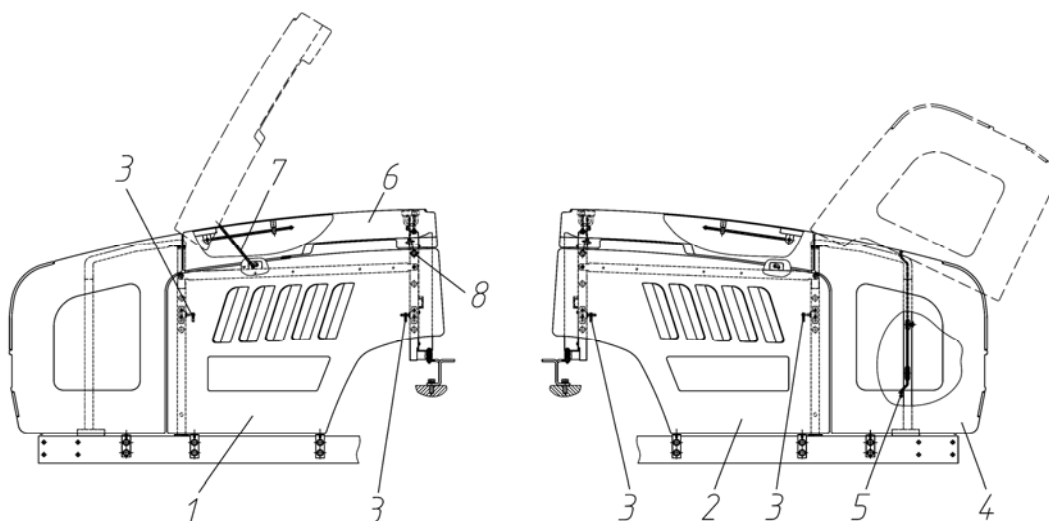

Рисунок 4.1 Механизм фиксации капота и маски капота в открытом положении
Перед проведением работ по техническому обслуживанию необходимо снять обе боковины (рисунок 4.1), открыть, затем зафиксировать капот трактора. Для доступа к узлам, находящимся под маской капота, необходимо при закрытом капоте открыть, а затем зафиксировать маску капота трактора.
- открыть четыре замка 3 (рисунок 4.1);
- закрыть капот 6 (рисунок 4.1);